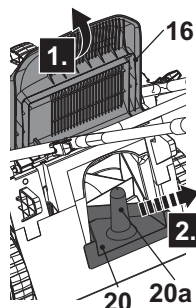

Fig. 15
2. Levante el mango (20a) para desenganchar el accesorio de trituración (20) de las ranuras del conducto de descarga trasero (19b) y seguidamente, retire el accesorio de trituración (20) (Fig. 15).